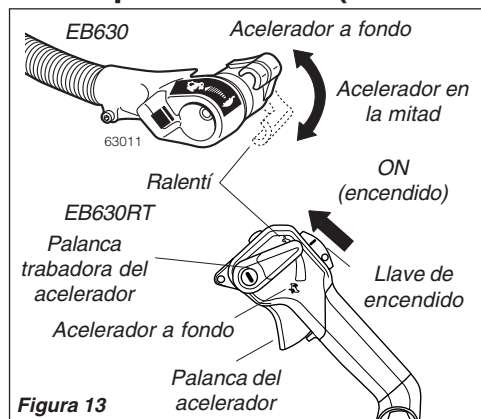

Figura 13
- Mueva la palanca del acelerador hasta la mitad. **Modelo RT:** deslice el interruptor de encendido hasta la posición "I" (ENCENDIDO) y después pulse la palanca del acelerador hasta la mitad y trabe el acelerador moviendo la palanca de seguridad del acelerador hasta la mitad, hacia abajo. Consulte la figura 13.